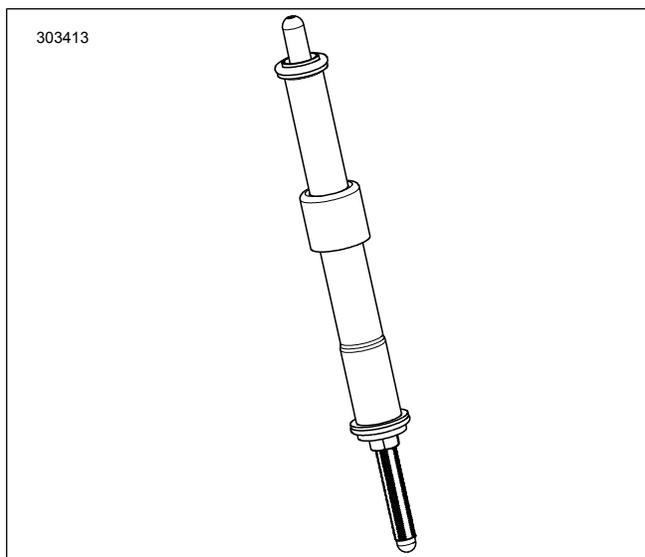

Figure 2. Tige de poussée posée dans le couvercle de tige de poussée
7. Voir la figure 2. Poser les tiges de poussée d'admission dans les couvercles de tige de poussée. Remplacer les joints toriques, le couvercle de tige de poussée inférieur et l'arrêteur de ressort par les composants neufs fournis dans le kit. Veiller à ce que l'extrémité de réglage de la tige de poussée soit dirigée vers le bas.